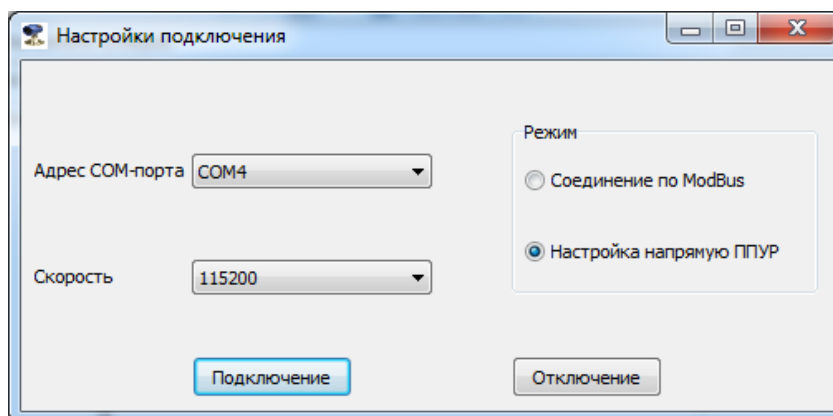

Рис.23 - Установка связи с ППУР.
7.7.1 Для точной юстировки уровнемера на месте монтажа используется раздел программы «Монитор Взлет РУ», позволяющий связаться напрямую с ППУР по интерфейсу RS-485. Для этого в окне «**Настройки подключения**» (рис.23) необходимо установить флажок в строке «**Настройка напрямую ППУР**» области «**Режим**» и нажать кнопку «**Подключение**». Необходимые параметры связи устанавливаются автоматически.